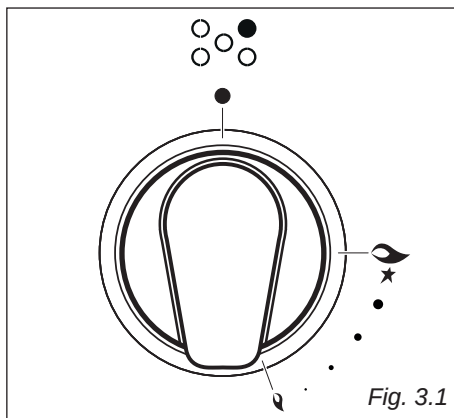

Fig. 3.1
- Sganciare il coperchio della morsettieria inserendo un cacciavite nei due agganci "A" (fig. 3.1).
L'afflusso del gas ai bruciatori è regolato da un rubinetto valvolato comandato dalla manopola di fig. 3.1.
- ✓ L'accensione elettrica è incorporata nelle manopole dei bruciatori e si identifica per il simbolo ★ vicino al simbolo  (fig. 3.1).